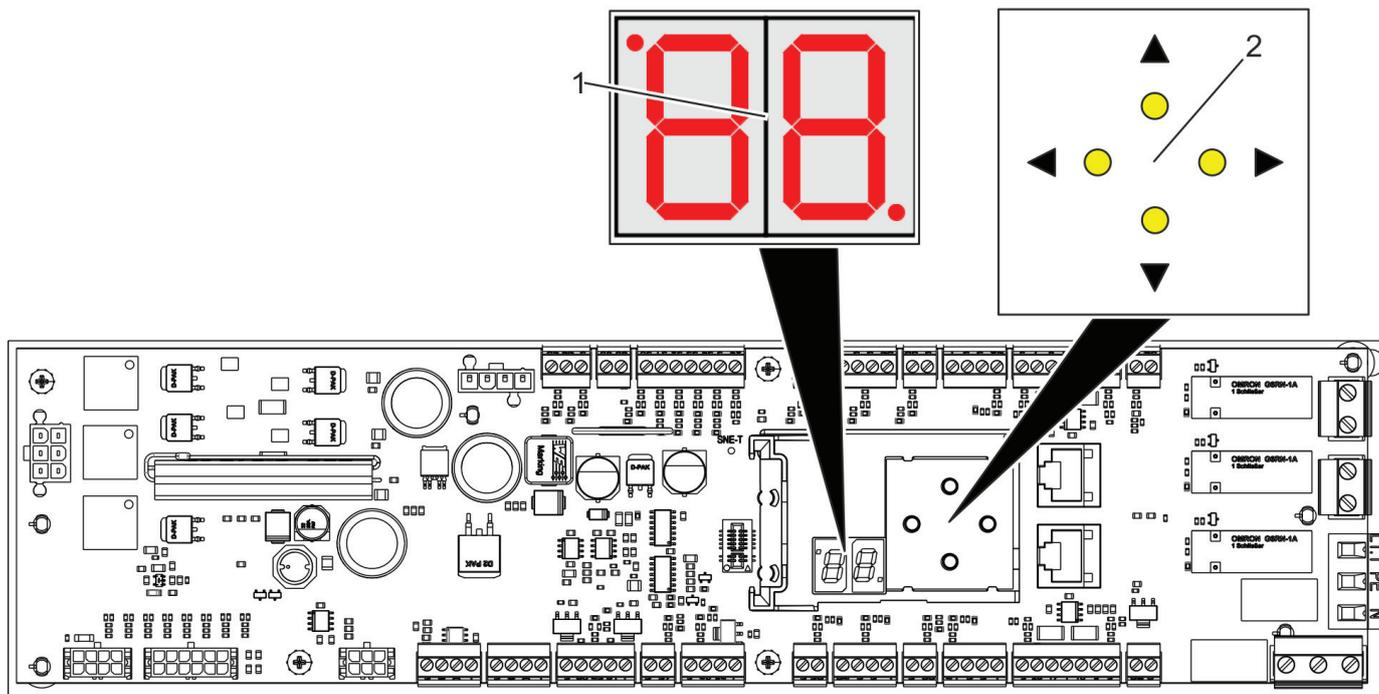

Рис. 120 Регулятор
В зависимости от опций, указанных в заказе, во время цикла обучения следующие этапы могут выполняться и отображаться на дисплее регулятора (рис. 120/1):
- ▲: Дисплей и режим (рис. 120/1 + 2) инвертированы.
- ▼: Дисплей и режим (рис. 120/1 + 2) остаются неизменными.